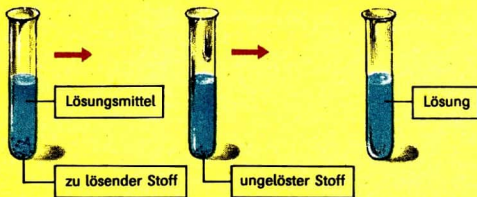

Abb. 23 Lösen von Stoffen
- ① Warum müssen Lebewesen regelmäßig Wasser aufnehmen?
- ② Nenne Beispiele, wozu du täglich Wasser verwendest!
- ③ Begründe an Beispielen das Ansteigen des Wasserbedarfs der Menschen!
- ④ Wie kannst du persönlich zum sparsamen Umgang mit Wasser und zu seinem Schutz beitragen?
- 11 ▼ Gib etwas Kochsalz, Zucker und Gipspulver nacheinander in je ein Reagenzglas mit Wasser und schüttele (Abb. 23)!
Wird ein Stoff in einer Flüssigkeit gelöst, so entsteht eine klare **Lösung**. Die lösende Flüssigkeit bezeichnet man als das **Lösungsmittel** (Abb. 23).